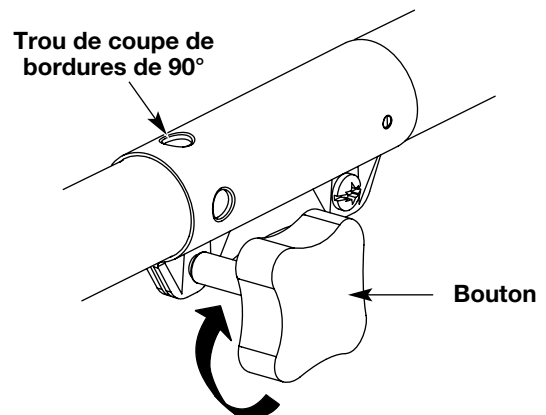

Fig. 26
3. Serrez le bouton en le tournant à droite (Fig. 26).
Pour couper les bordures à l'aide de la tête d'accessoire de coupe sur les modèle EZ-LinkMC, verrouillez le bouton de déclenchement de l'accessoire de coupe dans le trou de 90° (Fig. 26).